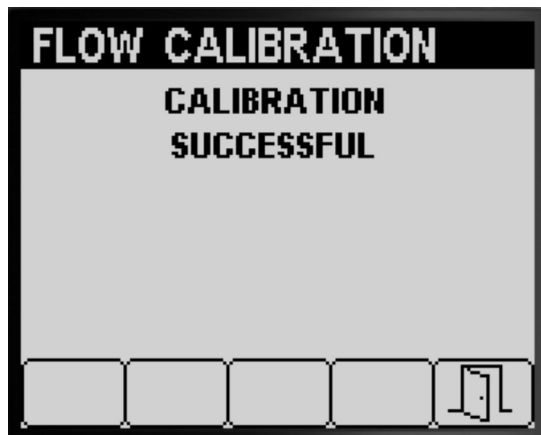
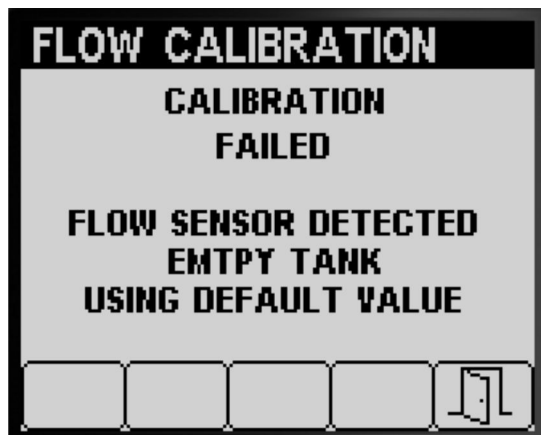
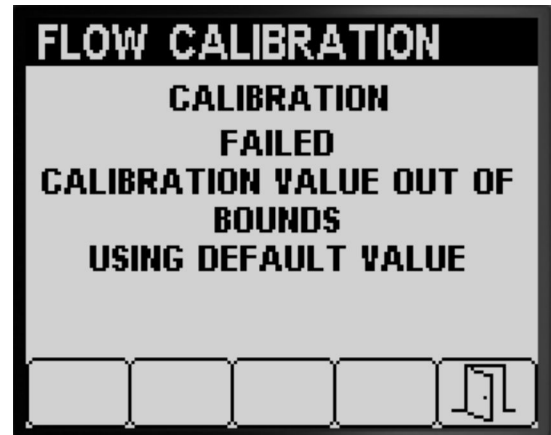

Bild 55
Bild 56
Bild 57
- In einer Meldung wird bestätigt, dass die Flusskalibrierung erfolgreich war (Bild 55).
- In einer Meldung wird angegeben, dass die Flusskalibrierung fehlgeschlagen ist (Bild 56).
Wenn der Kalibrierungswert außerhalb der Grenzwerte liegt (Bild 57), wenden Sie sich an den offiziellen Toro Vertragshändler. Prüfen Sie sonst die Fehlermeldung und wiederholen Sie die Kalibrierungsschritte in Vorbereiten für den Fangtest (Seite 18), Durchführen des Fangtests für den Sprühabschnitt (Seite 21) und Durchführen der Kalibrierungsberechnung (Seite 22).
3. Drücken Sie die Taste 5, um den Bildschirm „Flusskalibrierung“ zu beenden (Bild 55, Bild 56 und Bild 57).